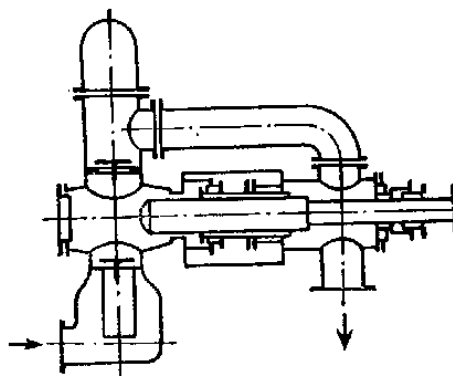

Рис. 3.
27. Определить производительность дифференциального поршня насоса (рис. 3), который имеет больший диаметр ступенчатого плунжера 340 мм , меньший – 240 мм . Ход плунжера 480 мм , частота вращения 60 об/мин . Коэффициент подачи $0,85$. Определить также количество жидкости, подаваемой каждой стороной ступенчатого плунжера.